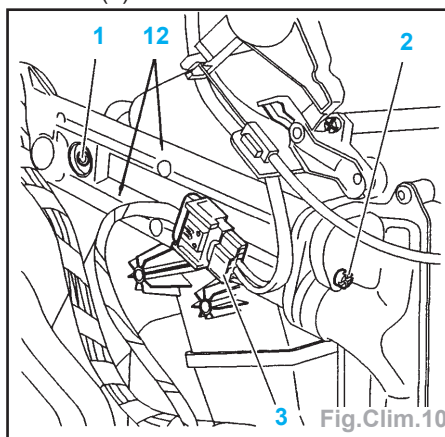

Fig.Clim.10
- Déposer (Fig.Clim.10) :
- la vis (1),
- la vis (2).
- Pincer les durits (10) et (11).
- Déposer la vis (9).
- Ecarter la plaque de maintien (8).
- Déposer la vis (7) (fixation groupe chauffage).
Nota : Désaccoupler délicatement les tuyaux (12) de l'aérotherme (Fig.Clim.10).